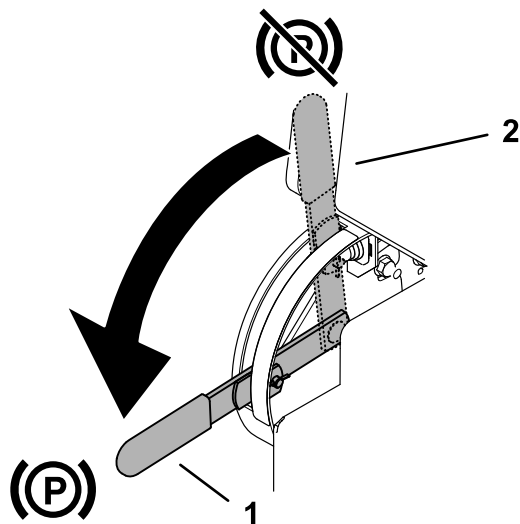

Figura 5
- Pentru a cupla frâna de parcare, rotiți maneta în jos (Figura 5).
- Pentru a elibera frâna de parcare, rotiți maneta în sus (Figura 5).